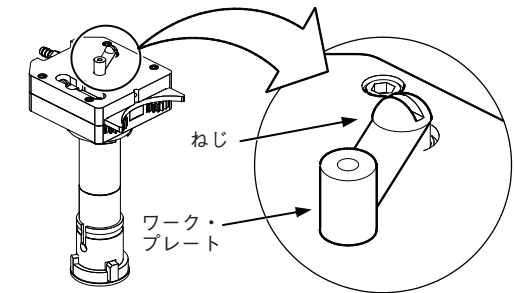

図 31：ワーク・プレートおよびねじの検査を行う
12. ワーク・プレートねじが締め付けられていること、過度の酸化が生じていないことを確認します。図 31 をご参照ください。必要であれば目の細かい研磨パッドを使用して、ワーク・プレートのクリーニングを行います。